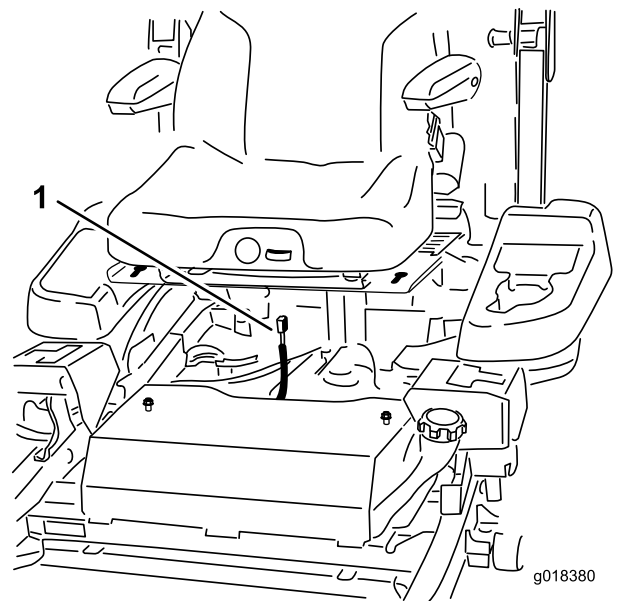

Bild 68
9. Ziehen Sie den Kabelbaumanschluss vom Sitzschalter unter dem Sitz ab (**Bild 68**).